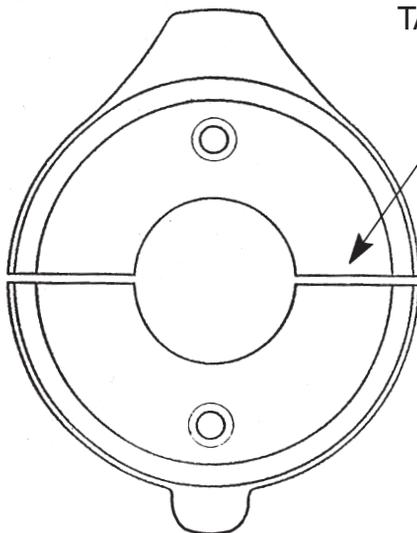

Fig. 12
- Tagliate l'anello (Fig. 12) a metà, avendo cura che il taglio non passi attraverso i fori delle viti.
- Asportate una porzione del taglialenze (Fig. 13), come indicato in figura, in modo da poter raggiungere le viti di serraggio dell'anello (Fig. 12) quando il taglialenza è montato.
- Assemblate i due semi-anelli (Fig. 12) fissandoli sul piede Sail Drive, mediante le apposite viti.
- *Cut the ring anode (Fig 12) in two halves, avoiding to make the cut through the screw holes.*
- *Assemble the two halves (Fig. 12) fixing them on the sail-drive leg by means of their standard screw.*